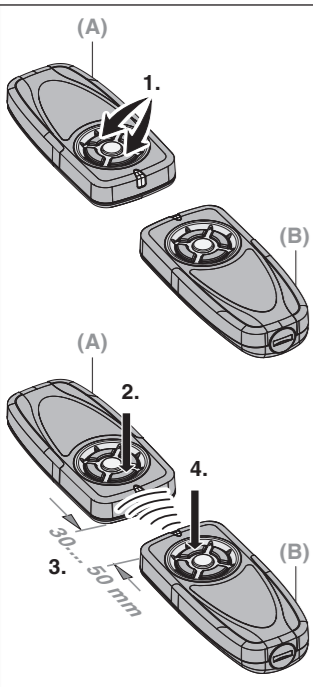

Fig. 3
- Premere il tasto (2) sul telecomando. In questo modo viene eseguita la funzione collegata al tasto (ad es. apertura / chiusura del portone).
4.3 Copia di un tasto funzione (fig. 3)
- Presionar el pulsador (2) del emisor manual. Se realiza la función asignada al pulsador (p. ej. abrir / cerrar la puerta).
4.3 Copiar una función de pulsador (fig. 3)